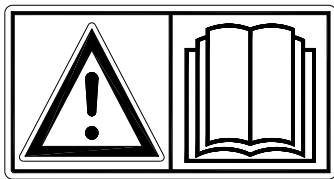

Fig. 1
**Leia e entenda** (Fig. 1) o manual antes de começar a utilizar o Verti-Groom.